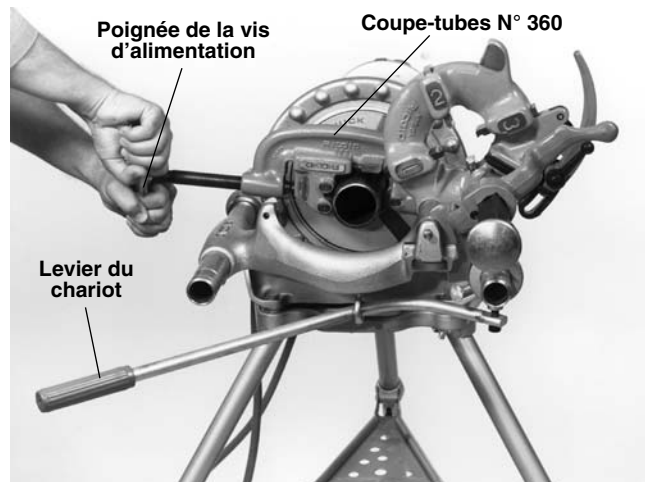

Figure 9 – Coupe des tuyaux à l'aide du coupe-tubes N° 360.
1. Vérifiez que l'alésoir et la tête de filière sont rabattus en position haute (*Figure 9*).
6. Prenez la poignée de la vis d'alimentation du coupe-tubes des deux mains (*Figure 9*).